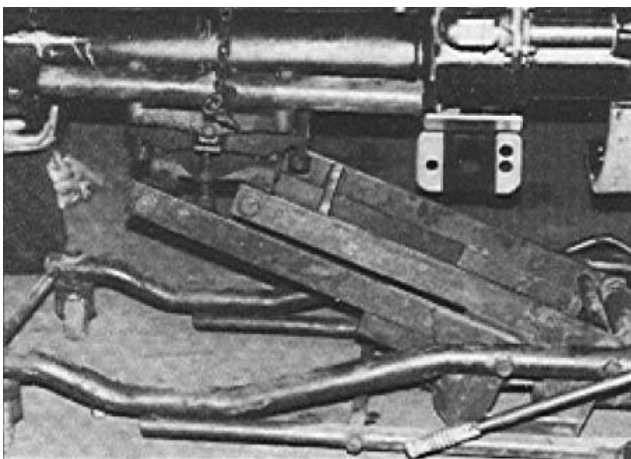

Figura 11
3. Coloque un gato hidráulico, preferentemente un gato hidráulico de transmisión, debajo del centro del HALF-TRAAX. Asegure el HALF-TRAAX al gato hidráulico si es posible. Mueva el ensamble a la posición de instalación debajo del remolque. Ver Figura 11.